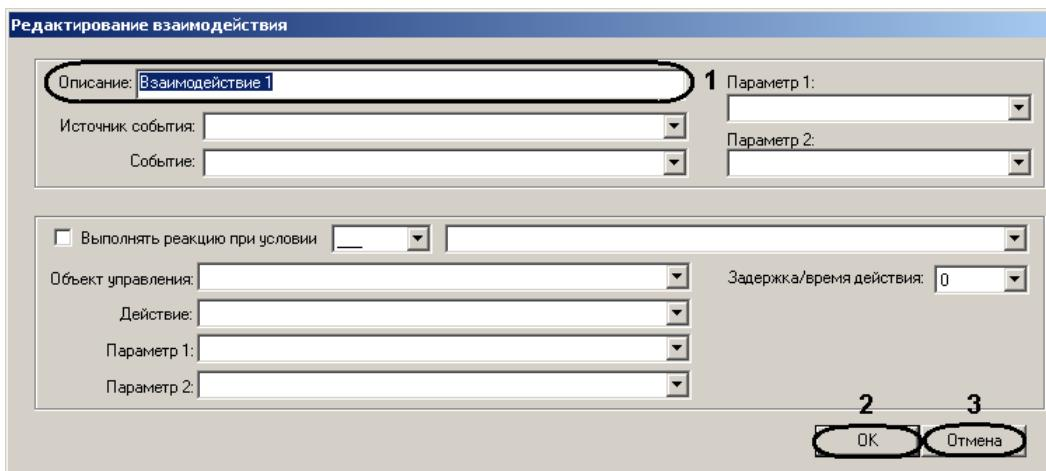

Рис. 3.3-29 Настройка параметров взаимодействия
5. Ввести название или описание взаимодействия в поле **Описание**: (Рис. 3.3-29, 1).
6. Для сохранения изменений необходимо нажать кнопку **OK** (см. Рис. 3.3-29, 2).
*Примечание. Для отмены изменений требуется нажать кнопку **Отмена** (см. Рис. 3.3-29, 1).*